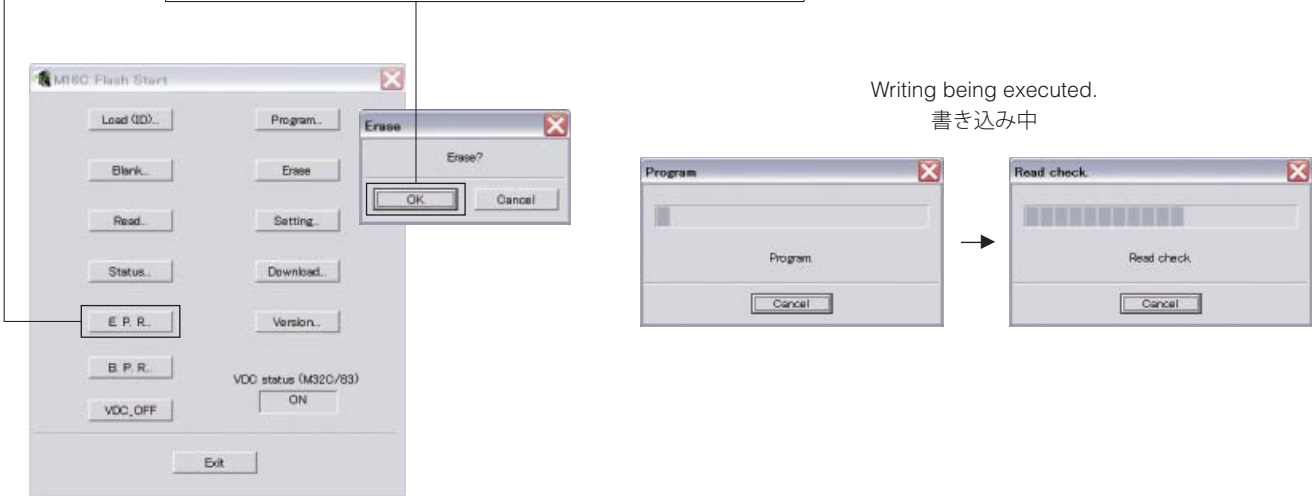

Fig. 5
6. Click [E.P.R.], then the “Erase” screen appears. (Fig. 5)
6. [E.P.R.] をクリックすると、「Erase」が表示されます。(Fig. 5)
7. Click [OK] to start writing. (Fig. 5)
7. [OK]をクリックして書き込みを開始します。(Fig. 5)